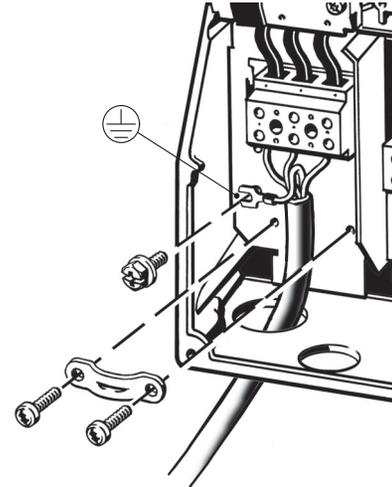

**Fig. 22** Conexión del motor (carcasas A4 y A5)
1. Conecte el conductor de aterrizaje a la terminal 99 (PE). Consulte la fig. 22.
2. Conecte los conductores del motor a las terminales 96 (U), 97 (V) y 98 (W) del enchufe del motor.